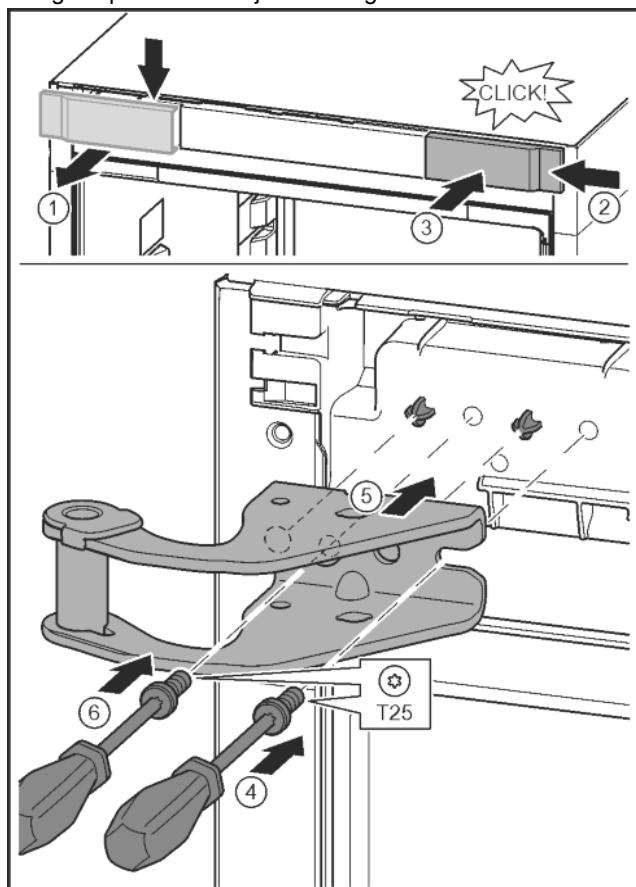

Fig. 15
- Otpustite pokrov i skinite ga bočno. Fig. 15 (1)
- Objesite pokrov okrenut za 180° na drugoj strani s desne strane. Fig. 15 (2)
- Pustite da pokrov uskoči. Fig. 15 (3)
- Odvijačem T25 postavite vijke. Fig. 15 (4)
- Postavite gornji podložak ležaja. Fig. 15 (5)
- Pritegnite vijak. Fig. 15 (4)
- Odvijačem T25 umetnите i pritegnite vijak. Fig. 15 (6)